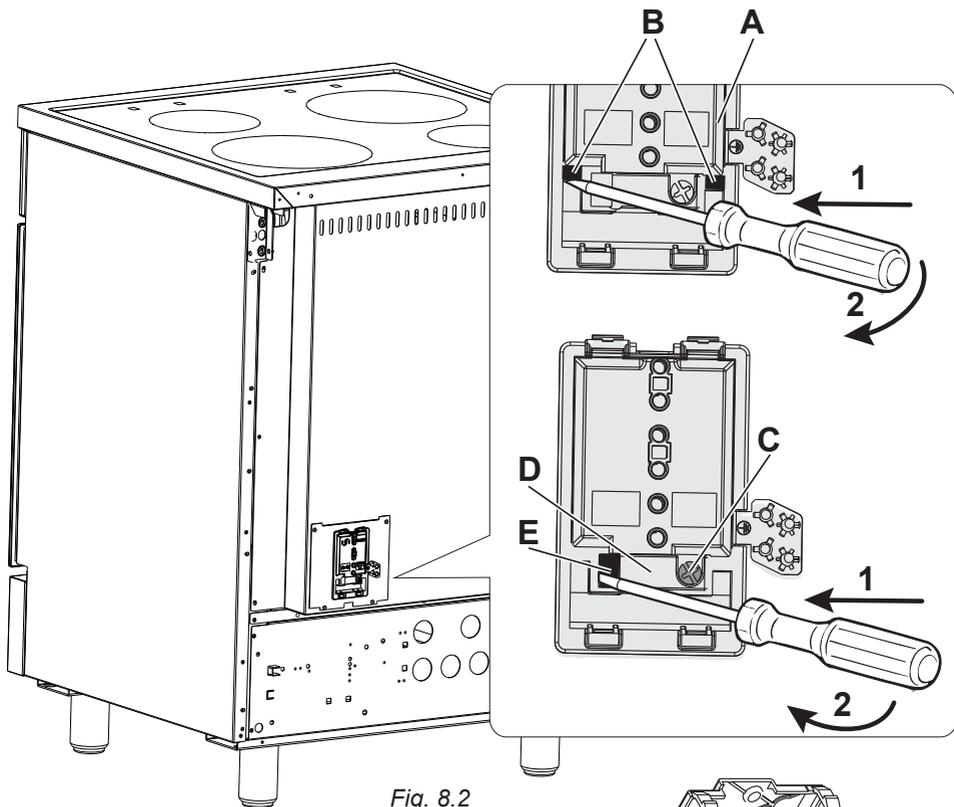

Fig. 8.2
- Sganciare il coperchio della morsetteria "A" inserendo un cacciavite nei due agganci "B" (fig. 8.2). Aprire completamente il coperchio della morsetteria "A".
- Svitare la vite "C" e aprire completamente il fermacavo "D" inserendo un cacciavite nel gancio "E". Rimuovere completamente il pressacavo "D" (fig. 8.2).
- Fissare i cavi di fase, neutro e di terra ai morsetti della morsetteria "F" secondo lo schema elettrico di figura 8.3; posizionare il ponte a U "G" (fig. 8.2) nella morsetteria "A" secondo lo schema elettrico di figura 8.3.